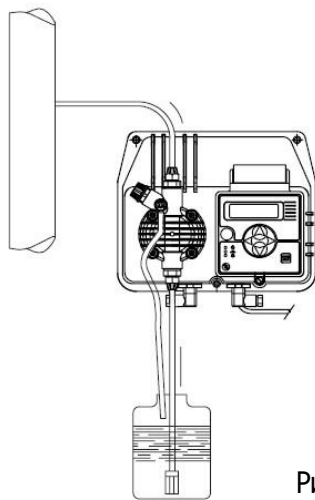
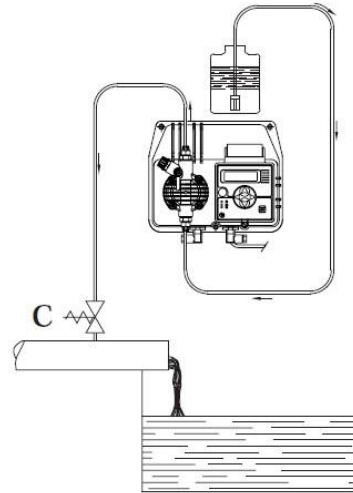

Рис. 5
Рис. 6
c. – Розмістіть насос, як показано на рис. 5, враховуючи, що його можна встановлювати, як вище, так і нижче рівня дозованої рідини, при цьому перепад рівнів не повинен перевищувати 2-х метрів. Якщо система працює при атмосферному тиску (без зворотного), а ємність з реагентами розташована вище насоса (рис. 6) необхідно часто перевіряти стан клапана вприскування, тому що його знос може викликати попадання реагенту в систему навіть при вимкненому насосі. Якщо дана проблема з'являється, Вам необхідно встановити антисифонний клапан С між точкою викиду і клапаном. Не встановлюйте насос над ємністю з хімічними препаратами, що виділяють велику кількість парів, за винятком випадків, коли ємність герметично закупорена.